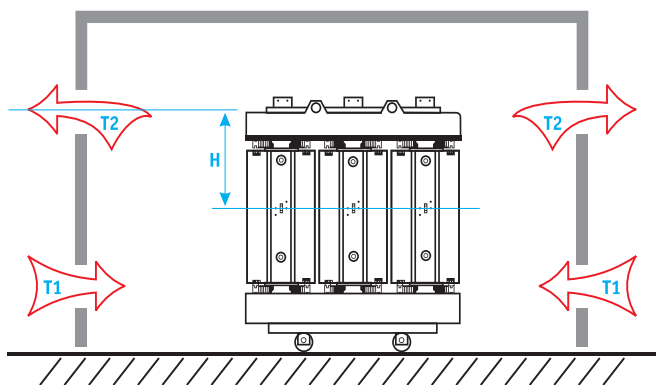

Рис. 18. Расположение вентиляционных отверстий
- в соответствии с рис. 18 и проектными данными, определенными на момент этого расчета, определяется расстояние H между осью половины высоты трансформатора (определяется из таблицы габаритных размеров) и осью верхних вентиляционных отверстий (чем выше они расположены – тем интенсивнее будет конвекция и тем их площадь может быть меньше);